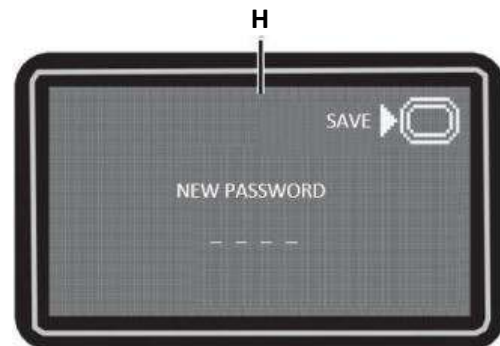

Abb. 10
**Bildschirm Verwaltung Benutzerpasswort (H, Abb. 10)**